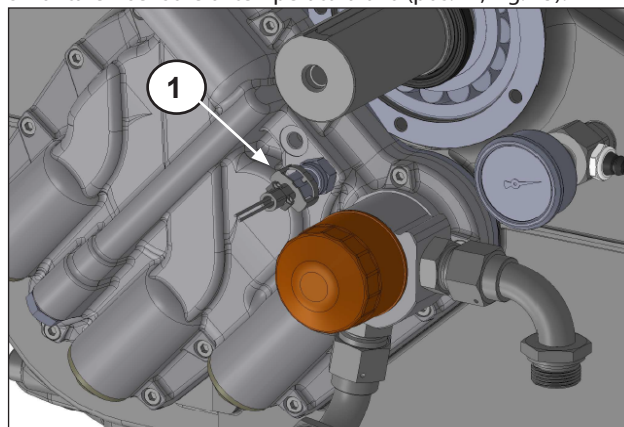

Fig. 15
Smontare il sensore di temperatura olio (pos. ①, Fig. 15).